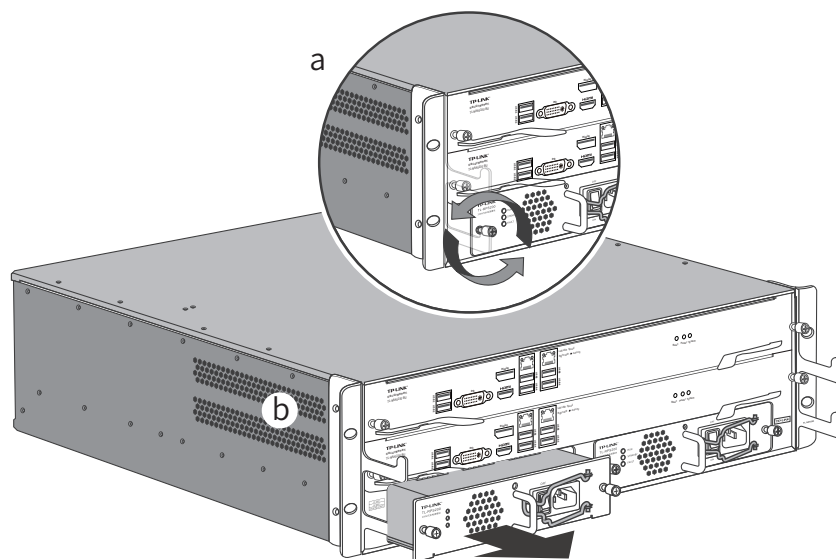

图4-3 拆卸电源模块示意图
4. 拆卸电源模块。拧松电源模块上两侧的松不脱螺钉,将电源模块沿着插槽的导轨轻轻拉出,直到完全脱离插槽为止。如图4-3所示。